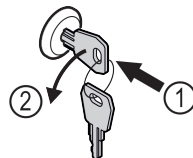

Fig. 206
- Sæt nøglen i. Fig. 206 (1)
- Drej nøglen 90° mod uret. Fig. 206 (2)